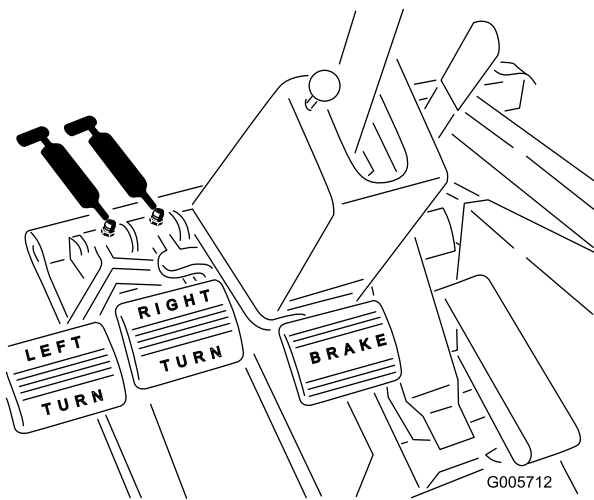

Bild 38
- Büchsen des Bremsgelenks (Bild 38)